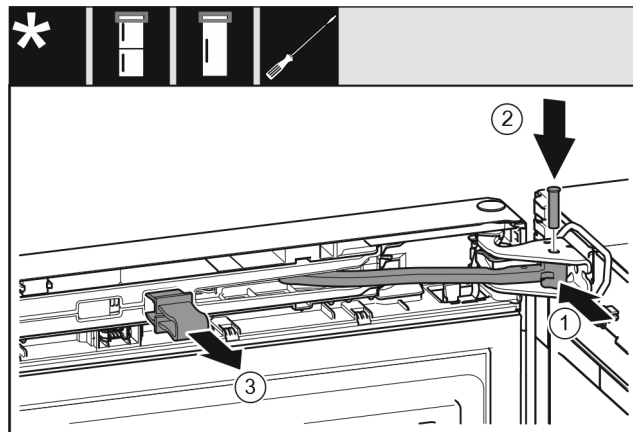

Fig. 66
- ▶ Okrenite zglobov Fig. 66 (1) u podlošku ležaja.
- ▶ Umetnite svornjak Fig. 66 (2) u podložak ležaja i zglobov. Pritom se pobrinite za to da uskočna izbočina ispravno leži u utoru.
- ▶ Skinite osigurač Fig. 66 (3).